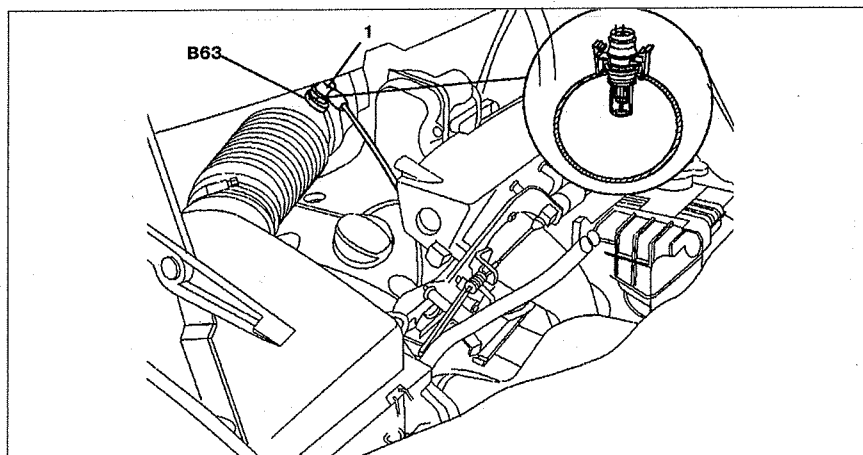

Рис. 2.129. Датчик температуры входящего воздуха: В63. Датчик температуры входящего воздуха, 1. Разъем проводки.
2. Снимите датчик температуры входящего воздуха **В63** (см.рис.2.129). Для этого сожмите крепежные выступы датчика.